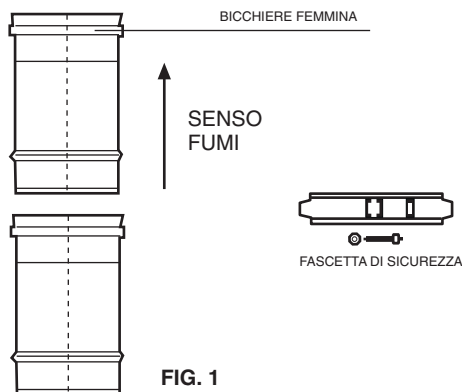

FIG. 1
I sistemi SW04, SW05, SW06, SW08, SW10, ESW04, ESW05, ESW06, ESW08, ESW10 sono realizzati con giunti a bicchiere di tipo maschio/femmina su nervature autocentranti ed antischiacciamento come schematizzato in fig. 1. Il posizionamento della guarnizione silicmica nell'apposito alloggiamento, situato all'interno del bicchiere femmina, garantisce la tenuta ai gas.
- installare gli elementi seguendo il senso dei fumi indicato sull'elemento con un'apposita freccia, ovvero con il bicchiere femmina rivolto verso l'alto (v. ds. fig. 1).